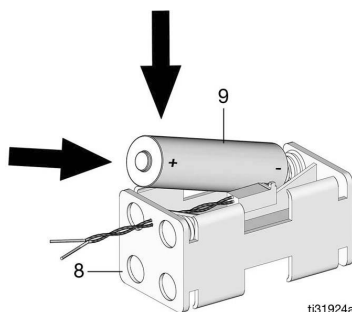

FIG. 11
3. Quite las cuatro pilas alcalinas AA del compartimento de pilas (8). Deshágase de las pilas en un contenedor de residuos para pilas homologado.
4. Ponga cuatro pilas alcalinas AA nuevas (9) en el compartimento de pilas (8) como se observa en FIG. 11. Asegúrese de insertar las pilas bien en el compartimento.